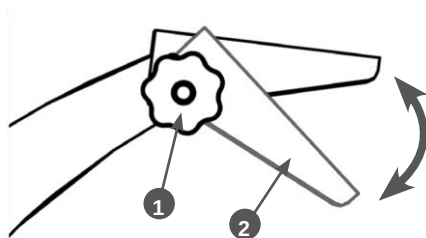

Рис. 19 Регулировка положения козырька
6. Отрегулируйте козырек разгрузочного желоба. Если требуется, чтобы продукты измельчения выбрасывались в контейнер – наклоните козырек вниз. Если сбор продуктов измельчения не требуется – поднимите козырек вверх (Рис. 19). Для регулировки ослабьте затяжку барашковых гаек 1, установите козырек 2 в требуемое положение после чего затяните барашковые гайки (Рис. 19).